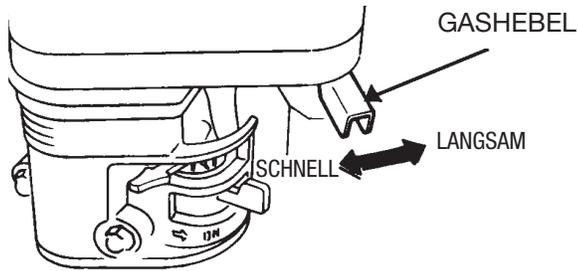

Abb. 28. Gashebel
9. Den **Gashebel** (Abb. 28) zum Anlassen mittig zwischen **SCHNELL** und **LANGSAM** positionieren. Das Schneiden erfolgt stets mit Vollgas. Der Drehzahlregler wurde werkseitig so eingestellt, dass die optimale Trennscheibendrehzahl gewährleistet ist.